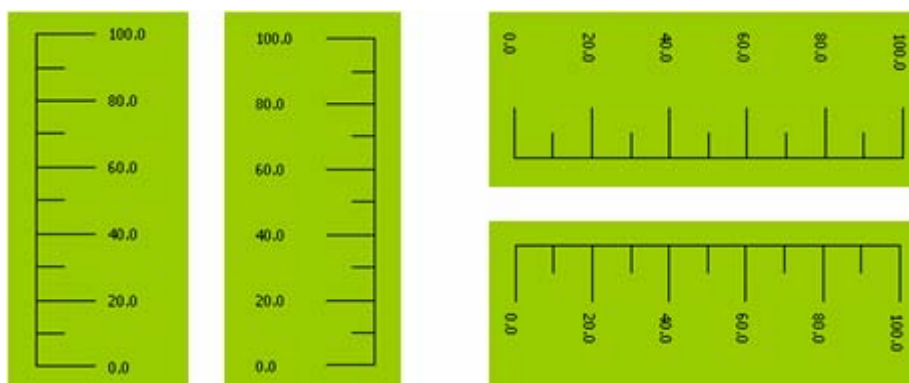

图 4-48 刻度效果图
- 当修改好刻度属性后单击确定按钮，关闭对话框，在画面编辑窗口内鼠标会变成鼠标移到所要显示刻度的位置，点击鼠标左键，牵动鼠标，系统会自动画一刻度单元，移动到合适的位置再单击鼠标左键，即可完成刻度图形的绘制。如图 4-48 所示：